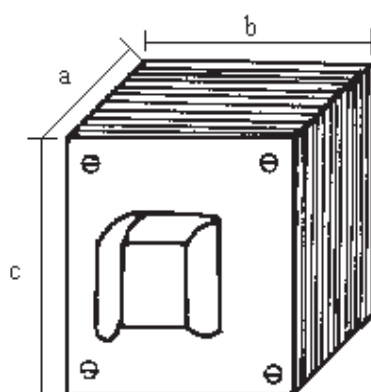

Fig. 1
- 2 pedaços de eucatex (c x a da Fig. 1)
50 cm² (Fig. 1).
Pretendendo-se obter outras saídas de (3 – 7 – 12 – 16)V, como mostra a Fig. 1, se deverá dar: $3,5 \times 3 = 10,5 \Rightarrow 11$ voltas; $3,5 \times 7 \Rightarrow 25$ voltas; $3,5 \times 12 = 42$ voltas que são contadas a partir do início da bobina do fio grosso.